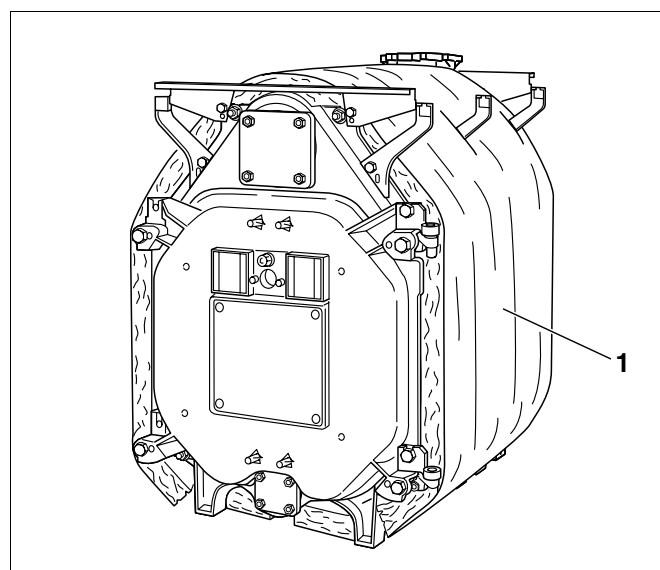

Рис. 41 Блок котла с теплоизоляцией
- Поставляемые теплоизоляционные элементы (рис. 41, **поз. 1**) соответствуют типоразмеру котла. Расположить теплоизоляционные элементы на котловом блоке так, как изображено на рисунке 42 (цифры над развернутой теплоизоляцией соответствуют количеству секций котла).